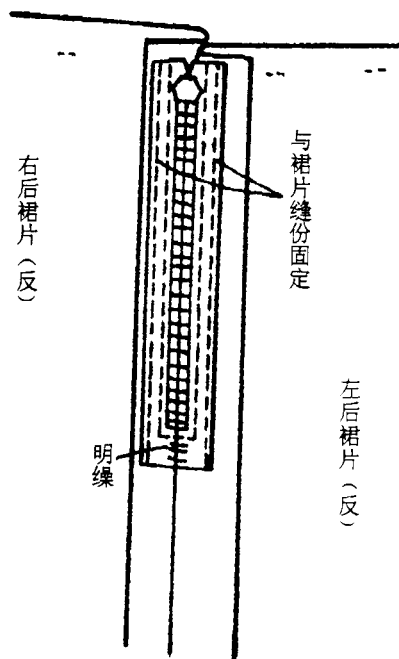

图2-9
9. 将拉链左右两侧基布分别与裙片缝份车缝固定,拉链下端用手针明线固定。见图2-9。